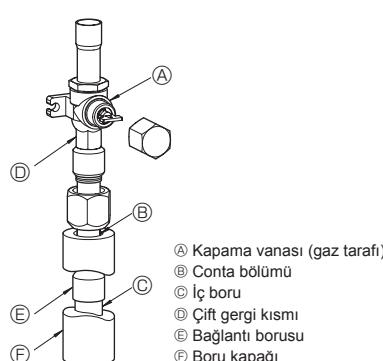

Fig. 4-3
③ Gaz boruları bağlantısı için aşağıdaki yöntemi kullanın. (Fig. 4-3)
⑥ Gaz boruları bağlantısı için aşağıdaki yöntemi kullanın. (Fig. 4-3)